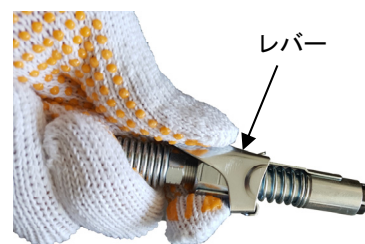

Fig.7
- 1) グリースニップルとカプラーの先端をきれいに拭いてから、レバーを引き、レバーを引いたままグリースニップルにあててください。レバーから指を離すとチャッキングします。(Fig.7)